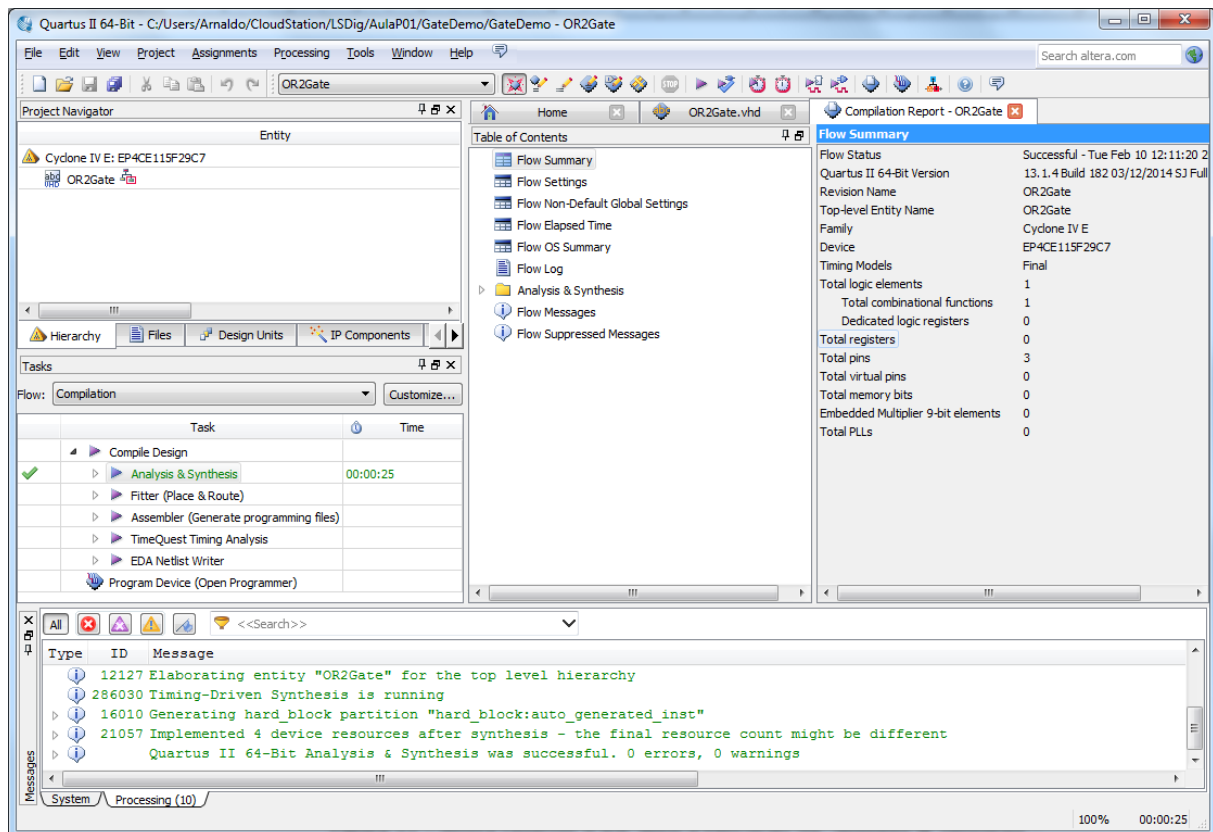

Figura 12 – Altera Quartus II IDE após a execução da “Analysis & Synthesis”.
6. Seguidamente vai ser validado por simulação o comportamento da porta lógica modelada. No entanto, antes de efetuar a simulação, execute a opção “Analysis & Synthesis” para que a correção sintática e estrutura do projeto sejam analisadas. Após a execução da “Analysis & Synthesis” o IDE deve apresentar o aspeto da Figura 12.